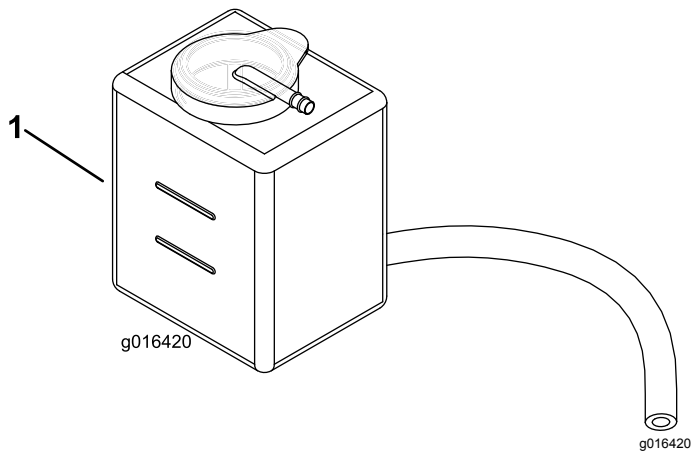

Figure 43
2. Vérifiez le niveau du liquide de refroidissement (Figure 43).